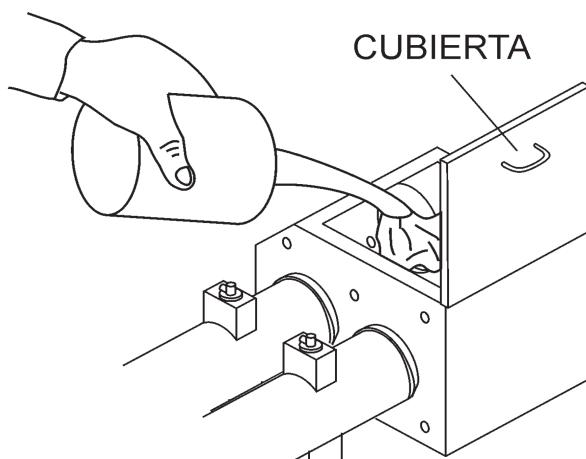

Figura 14. Llenado de la caja de lubricación
- Revise el nivel de aceite en la **caja de lubricación**. Si esta bajo, llene hasta 11.35 litros (3 galones) de aceite de motor SAE #30 (Figura 14). El nivel de aceite debe revisarse todos los días. A la caja de lubricación se le debe dar servicio, como se describe en la sección de mantenimiento.